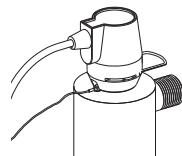
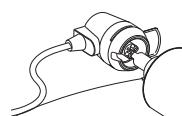
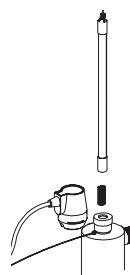

Рис. 1
Рис. 2
Рис. 3
2. Отключите электропитание системы. Отключите Safety-Loc™ коннектор, выдвинув металлическую стопорную скобу (рис.1). Выдвиньте коннектор и излучатель из реактора (рис.2). Не выкручивайте излучатель, просто отсоедините его от коннектора. Не касайтесь "стеклянной" части излучателя. Предпочтительнее держать излучатель за керамические изоляторы. Полностью удалите излучатель из реактора, не изгибая его, чтобы не повредить кварцевую трубку.
4. Осторожно вставьте излучатель внутрь кварцевой трубы, расположенной внутри реактора (рис. 3). Опустите излучатель так, чтобы он выступал из корпуса реактора на 5 см. Присоедините Safety-Loc™ коннектор к излучателю (рис. 2).